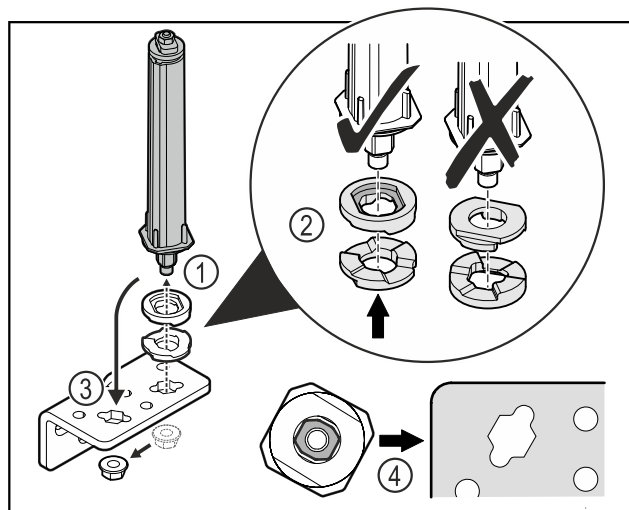

Fig. 36
- ▶ Oldja ki az anyát, és távolítsa el az ajtózáro rendszert Fig. 36 (1).
- ▶ Ügyeljen a magasságállító alátétek helyes beigazítására Fig. 36 (2).
- ▶ Helyezze át az ajtózáro rendszert a zsanérírdomban, és rögzítse az anyával Fig. 36 (3).
- ▶ Behelyezéskor ügyeljen az ajtózáro rendszer helyes beigazítására Fig. 36 (4).